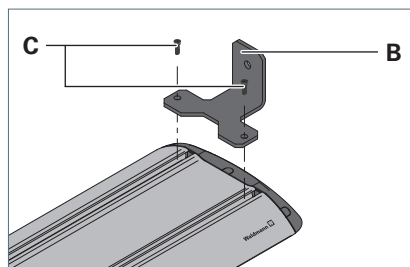

Fig. 12: Montaggio dell'angolare per tipo di montaggio "laterale".
- Montare l'angolare allegato **B** con le viti in dotazione **C** e i dadi scorrevoli sull'apparecchio e stringere le viti, vedi Fig. 12.